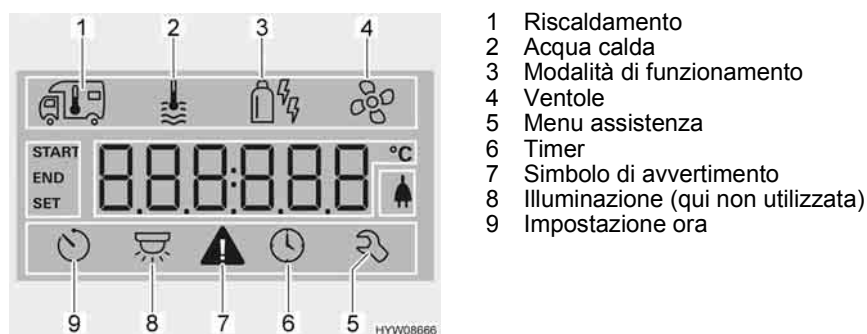

Fig. 126 Display
- Ruotare la manopola/il pulsante (Fig. 109,6), finché il simbolo del menu relativo all'acqua calda (Fig. 126,2) lampeggia.